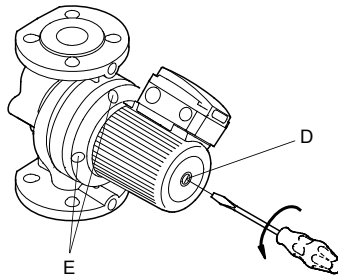

Fig. 4
6. Відвернути і вийняти чотири гвинти поз. Е на рис. 4 кріплення головки насосу. Демонтувати головку насосу.
13. Якщо необхідно перевірити напрямок обертання, відвернути контрольний гвинт поз. D на рис. 4.
6. 松开并拧下图4中位置E的四个螺丝，这些螺丝用于将泵头固定到泵壳体。拆去泵头。
13. 如果需要，拧下图4中位置D的检查螺丝，检查旋转方向。